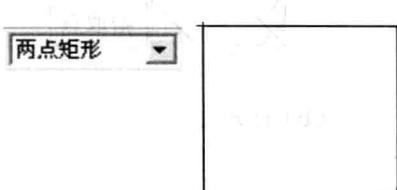

图 2-1-17 两点矩形方式
(1)两点矩形方式:给定矩形对角线上两点绘制矩形,如图 2-1-17 所示。